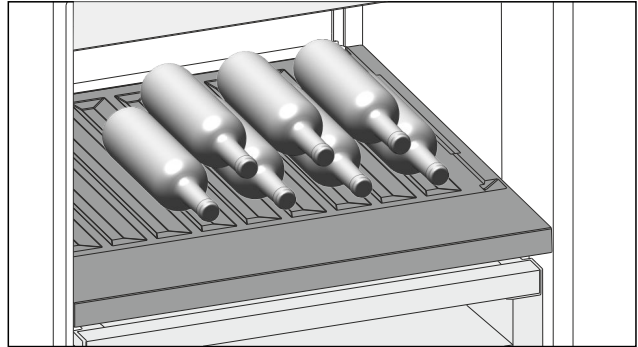

Fig. 211 Примерное изображение
- ▶ Бутылки укладывайте дном к задней стенке. (см. Fig. 211)